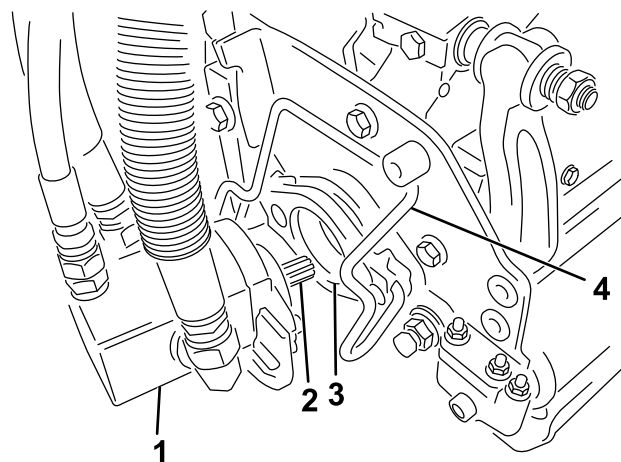

Figura 13
7. Revista o veio estriado do motor da unidade de corte com massa lubrificante limpa (Figura 13).
a barra de retenção do motor na unidade de corte na direção do motor até ouvir um “clique” de ambos os lados do motor (Figura 13).